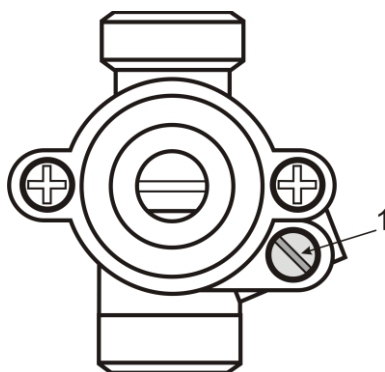

Рис.4. Кран горелки
- С помощью регулировочного винта 1 (рис.4) отрегулируйте подачу газа на горелку. При повороте регулировочного винта по ходу часовой стрелки подача газа на горелку уменьшается, при повороте против хода часовой стрелки – увеличивается.